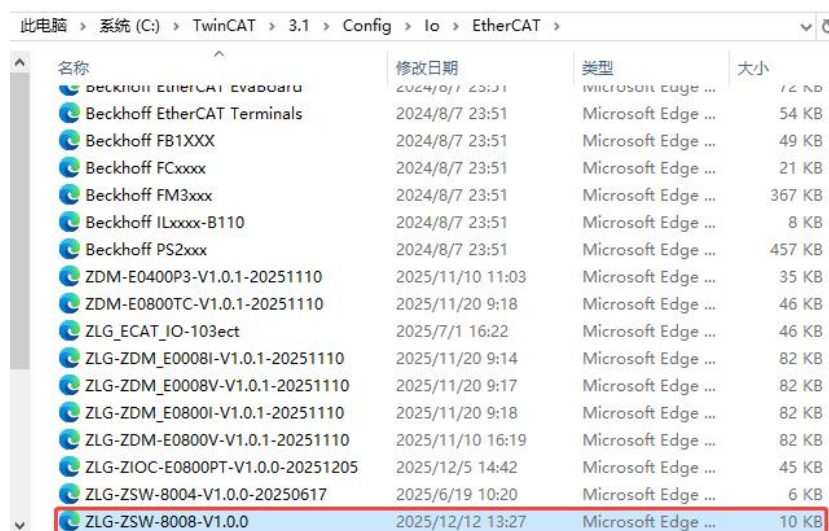

图 5.1 ESI 文件存放处
1. 将需要烧录的 ESI 文件拷贝至 C:\TwinCAT\3.1\Config\Io\EtherCAT 路径处。如图 5.1 所示。